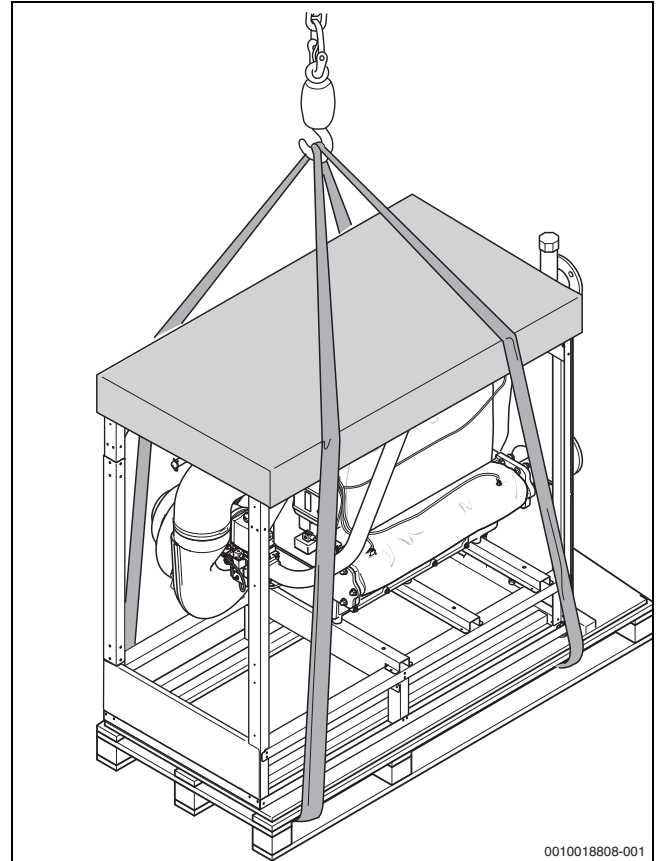

Bild 3 Heizkessel mit Kran auf Palette transportieren
- ▶ Krangeschirr (Rundschlingen) durch die Palette führen (→ Bild 3).